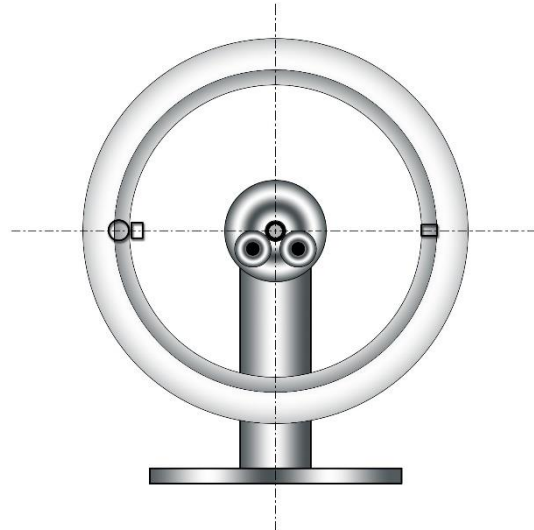

Figure 2 : Roue neutre de repos
5. Au point le plus léger, ajoutez autant au poids provisoire que la jante tourne d'environ 90° (voir Fig. 2). Pour une jante de roue moto vide, un maximum de 30 g de poids d'équilibrage devrait être nécessaire. Si vous avez besoin de plus de poids, vous devez vérifier la jante et les accessoires pour les dégâts ; vérifiez p. ex. l'excentricité radiale.